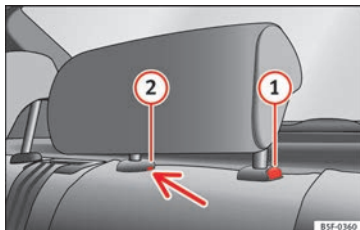

Fig. 129 Appuie-tête central arrière : point de déverrouillage.
- Pour régler l'appuie-tête à une hauteur inférieure, appuyez sur la touche ① » fig. 129 et déplacez-le vers le bas.